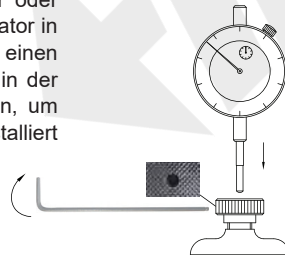

Abb.1
2. Wählen Sie die Spitze entsprechend der Form des Werkstücks aus. Die Kugelspitze wird zum Messen der ebenen Oberfläche verwendet. Die spitze Spitze wird zum Messen konkaver oder komplizierter Oberflächen verwendet. Setzen Sie den Indikator in die Bohrung der Grundplatte ein und verwenden Sie einen Schraubenschlüssel, um ihn in die Verriegelungsbohrung in der Mitte der Sicherungsmutter einzusetzen und zu verriegeln, um sicherzustellen, dass der Messkopf fest und zuverlässig installiert ist (Abb. 1).